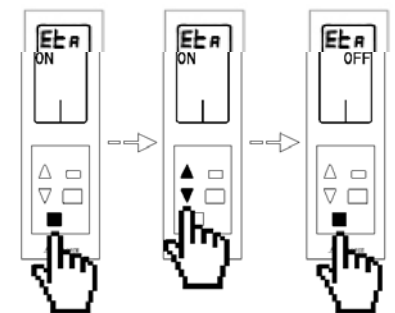

Fig. 104
- **Etapa de calor aire  $E\bar{E}A$ :** Este parámetro permite habilitar **ON**, o deshabilitar **OFF**, el calor por aire **A** de la zona. Para su configuración, realice una pulsación sobre el botón de confirmación , el valor del menú se pondrá a parpadear, esto indica que estamos dentro del menú. Utilice las flechas  $\Delta$  $\nabla$  para seleccionar la opción deseada y pulse el botón de confirmación . Si desea salir del menú pulse el botón salir  para volver al menú anterior. (Fig. 104)